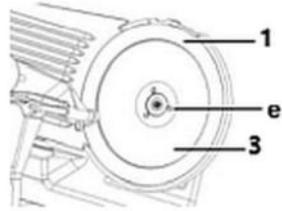

Abb. 13
4. Zur Abnahme des Schneidmessers (1) lösen Sie die 3 Feststellschrauben (e) mit einem geeigneten Schraubendreher (Abb. 13).
5. Hängen Sie das Schneidmesser (1) vorsichtig aus.
6. Reinigen Sie die Schneidmesserabdeckung (3) und das Schneidmesser (1) mit warmem Wasser und einem neutralen Reinigungsmittel. Verwenden Sie einen Schwamm, eine geeignete Reinigungsbürste oder ein weiches Tuch. Spülen Sie mit klarem Wasser nach.
7. Reinigen Sie den Messerschuttring (2) mit warmem Wasser und neutralem Reinigungsmittel. Wischen Sie mit klarem Wasser nach. Lassen Sie die gereinigten Teile lufttrocknen oder trocknen diese mit einem Tuch ab.
8. Montieren Sie nach der Reinigung das Schneidmesser (1) mit den 3 Feststellschrauben (e), die Schneidmesserabdeckung (3) mit der Schraube (d) wieder am Gerät unter Einhaltung der richtigen Position.